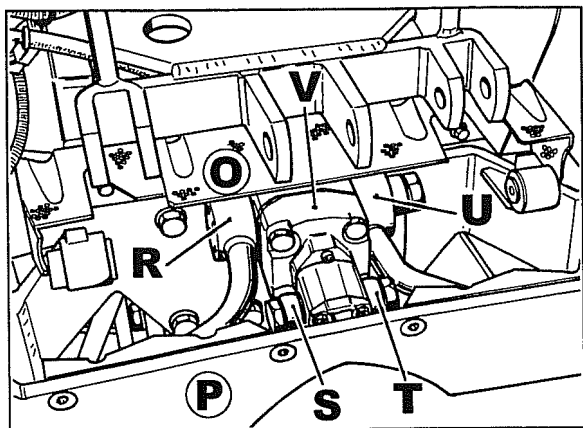

Fig. 19
- 20 Quitar la rejilla O fig. 19 de protección.
- 21 Aflojar el soporte lastres P fig. 19, desconectar los tubos R, S, T y U de impulsión y aspiración de las dos bombas, luego quitar el soporte lastres.
- 22 Quitar la bomba V fig. 19.